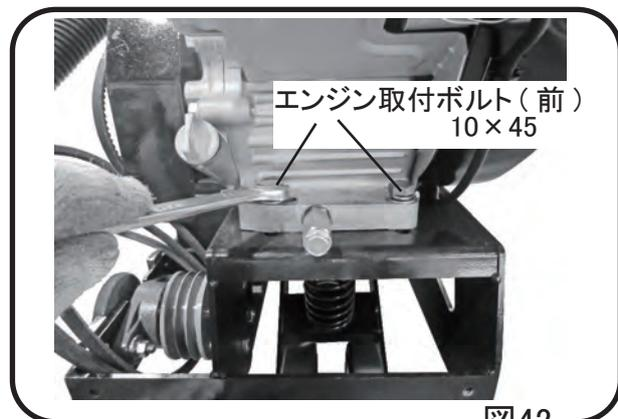

図42
- 3 エンジン取付ボルトの4本をゆるめます。このボルトはゆるめる程度にして外さないでください。(図42、図43)